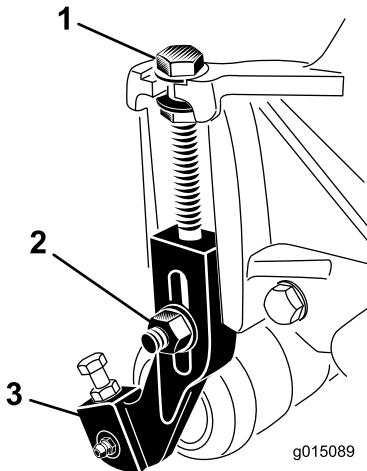

Figura 19
- Afloje las contratuerca que sujetan los brazos de la altura de corte a las chapas laterales de la unidad de corte (Figura 19).